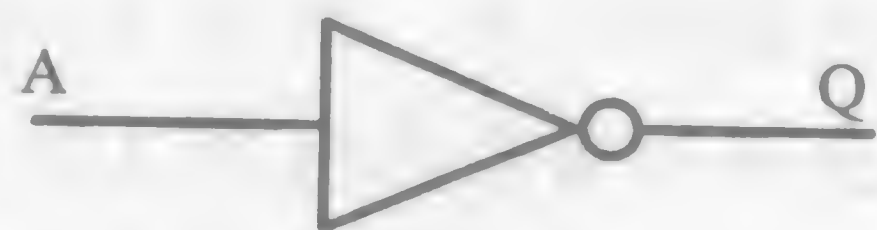

图3-18 反相器或非门的符号
如果你输入0V到这个电路，你将得到5V的输出。如果你输入5V，则将得到几乎^①为0V的输出。在这个电路中，你已经有效地将逻辑状态反转了。非门也称反相器，通常用如图3-18所示的符号来表示。